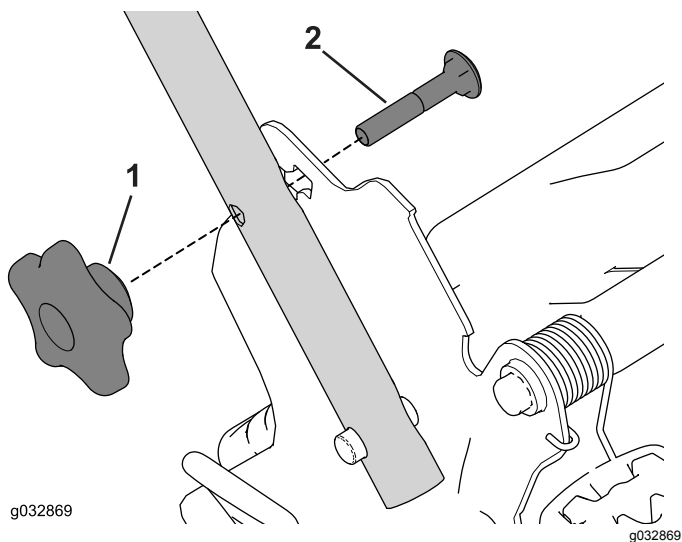

Figure 22
2. Retirez et conservez les 2 boutons et les 2 boulons de carrosserie du support du guidon (Figure 22).